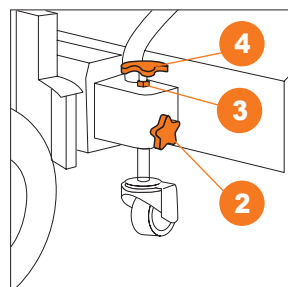

Рис. 13
- Выбрав необходимое положение, зафиксируйте положение контрящей гайкой ③ и боковым барашковым винтом ④ (Рис. 13).